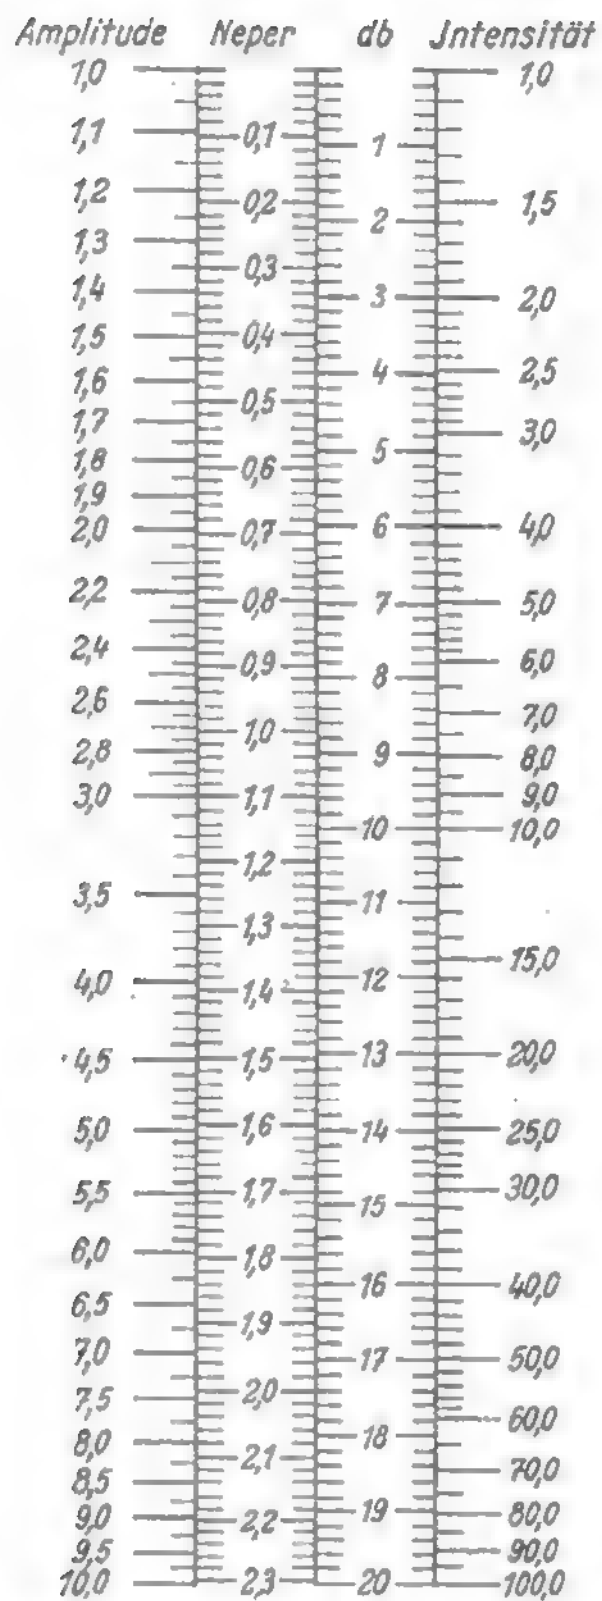

Bild 75.
**Neper.** Dämpfungs- und Verstärkungsmaß, siehe auch unter Dezibel. Bild 75 gibt eine vergleichende Skaleneinteilung mit Amplitudenverhältnis, Neper, Dezibel und Intensitätsverhältnis.